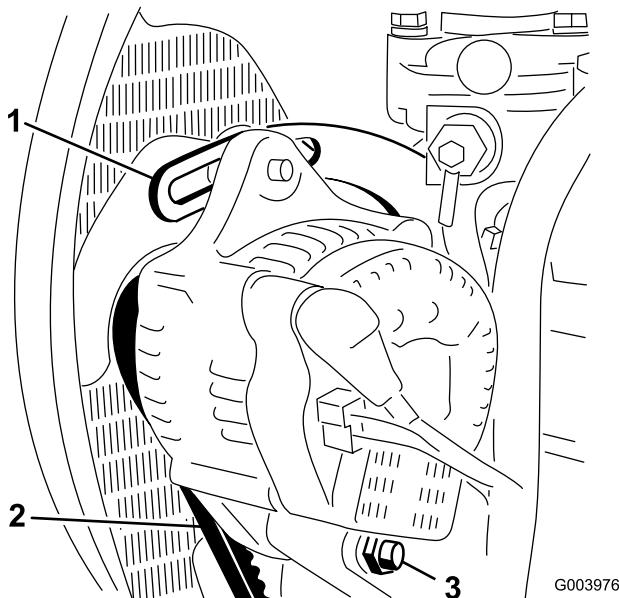

Figura 74
2. Compruebe la tensión de la correa del alternador flexionándola (Figura 74) en el punto intermedio entre las poleas del alternador y del cigüeñal con una fuerza de 10 kg (22 libras).
3. Afloje el perno que fija el tirante al motor (Figura 74), el perno que fija el alternador al tirante y el perno de pivot.